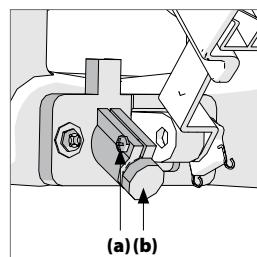

図6
- 止めねじ(図6,a)をゆるめます。
- レーザーラインが厚紙上に付けた印と平行になるまでレーザーユニットを(図6,b)をゆっくりと回して照射位置を調整します。